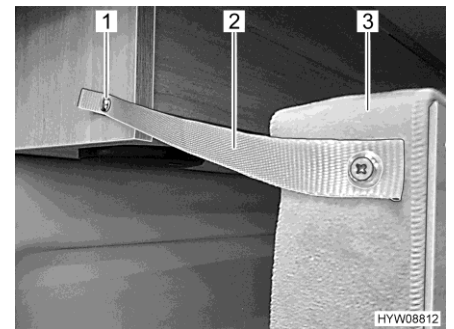

Fig. 63 Fusible arrière
- Fixer le lit (Fig. 63,3) avec une bande de sécurité (Fig. 63,2) et fixer le bouton pression (Fig. 63,1) sur le placard de pavillon.
- Détacher le bouton pression (Fig. 63,1) sur le caisson de toit.